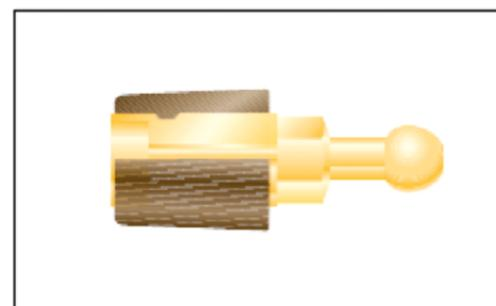

Рис. 10.4. Заземляющая втулка
■ заземляющая втулка (см. Рис. 10.4) предназначена для заземления кабеля без снятия адаптера и отсоединения кабеля от РУ. Втулка накручивается на место задней втулки адаптера. Контактная часть втулки рассчитана на подключение к стандартной системе заземления и на стандартные токи к.з.